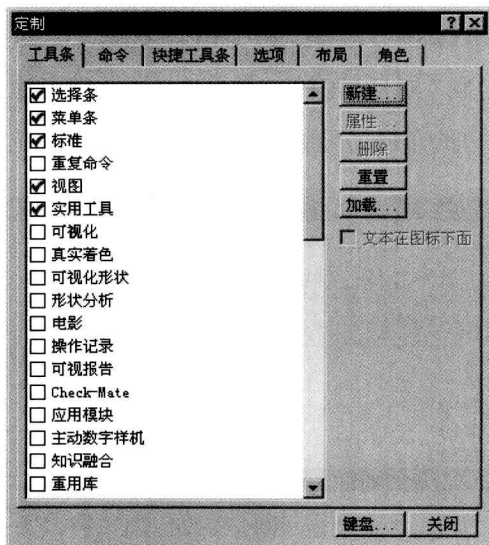

图 1.6.4 “定制”对话框
进入 UG NX 8.5 系统后，在建模环境下选择下拉菜单 **工具 (T)**  **定制 (Z)** 命令，系统弹出“定制”对话框（图 1.6.4），可对用户界面进行定制。
在图 1.6.4 所示的“定制”对话框中单击 **工具条** 选项卡，即可打开工具条定制选项卡。通过此选项卡可改变工具条的布局，可以将各类工具条按钮放在屏幕的顶部、左侧或下侧。下面以图 1.6.4 所示的 **标准** 选项（控制基本操作类工具按钮的选项）为例说明定制过程。